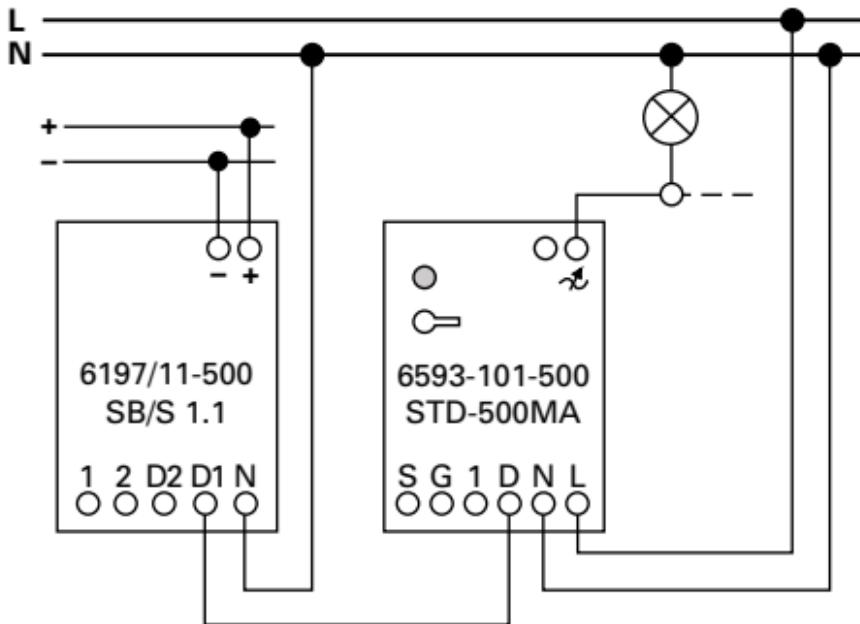

Fig. 3
- Med effektmodul 6594-102-500 (se Fig. 3)